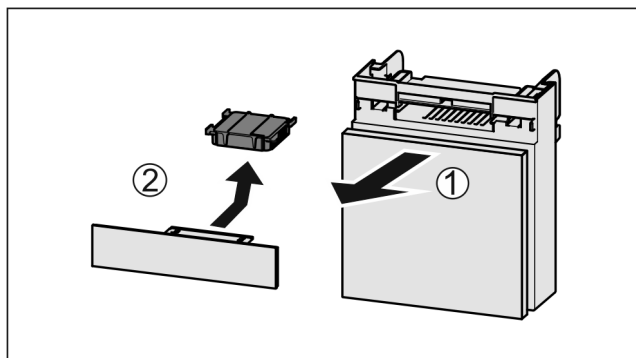

Fig. 127
- ▶ Dra ut Fig. 127 (1) lådan framåt.
- ▶ Ta ut Fig. 127 (2) aktivtkolfiltret.